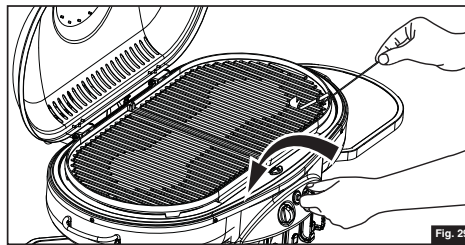

Fig. 29
1. Frottez et placez une longue allumette en bois enflammée (vous pourriez aussi employer la rallonge ou encore un allumeur à butane pour barbecues) dans les interstices des grilles, à proximité des trous du brûleur. (Fig. 29)